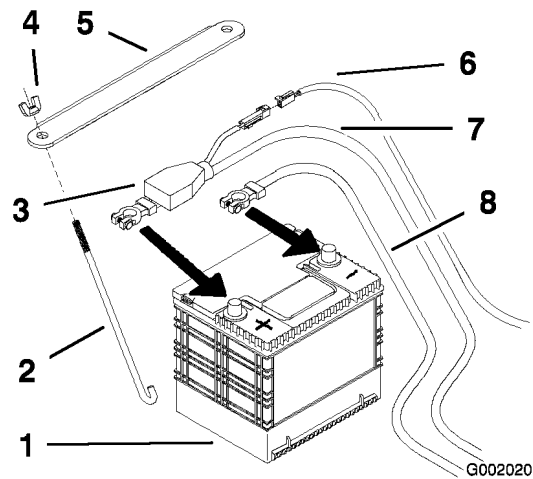

Figura 51
4. Primero desconecte el cable negativo del borne negativo (-) de la batería (Figura 51).
5. Retire la cubierta de goma roja del borne positivo (rojo) de la batería. Luego retire el cable positivo (rojo) de la batería (Figura 51).
1. Coloque la batería en la bandeja, con los bornes frente al depósito de aceite hidráulico (Figura 51).
4. Fije los cables con 2 pernos (1/4 x 3/4 pulg.), 2 arandelas (1/4 pulg.), y 2 contratuercas (1/4 pulg.) (Figura 51).
6. Fije la batería con pernos en J, una brida de sujeción, 2 arandelas (1/4 pulg.) y 2 tuercas de orejeta (1/4 pulg.) (Figura 51).